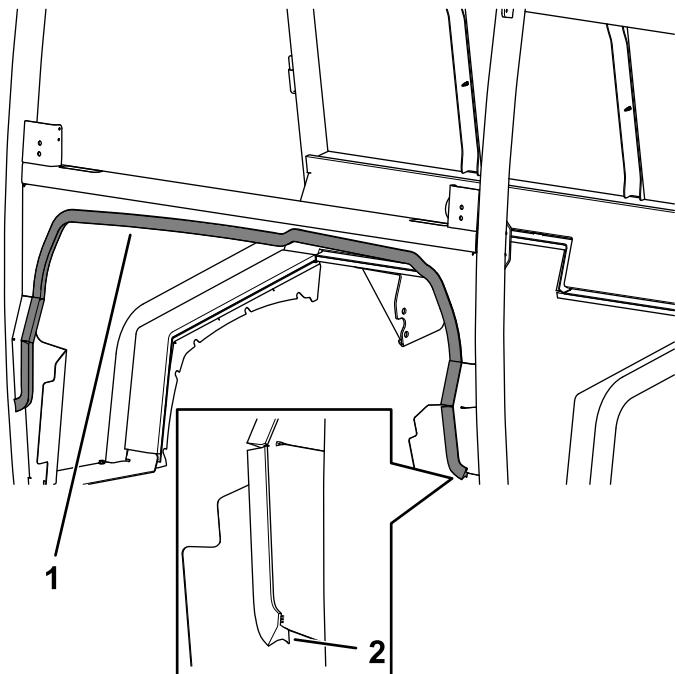

Figure 30
- Montez le joint inférieur de tablier sur la cabine (Figure 30).
Veuillez à placer le bord long du joint à l'avant (Figure 30).